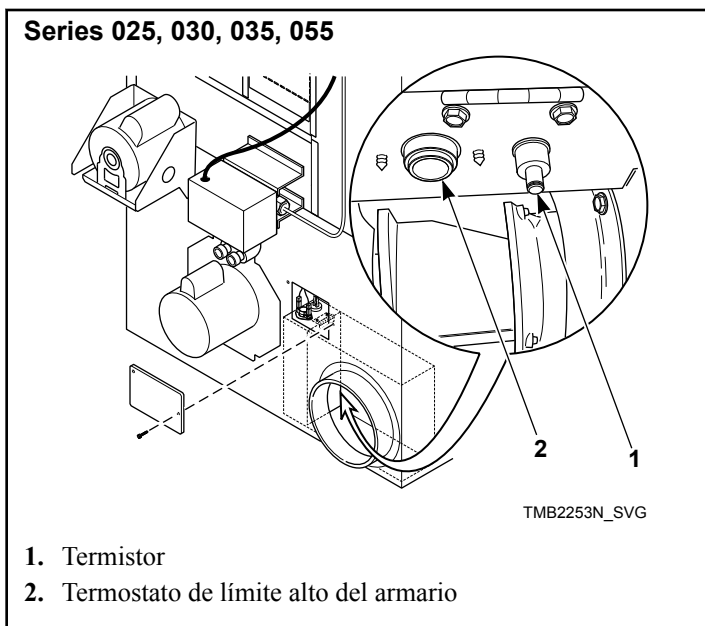
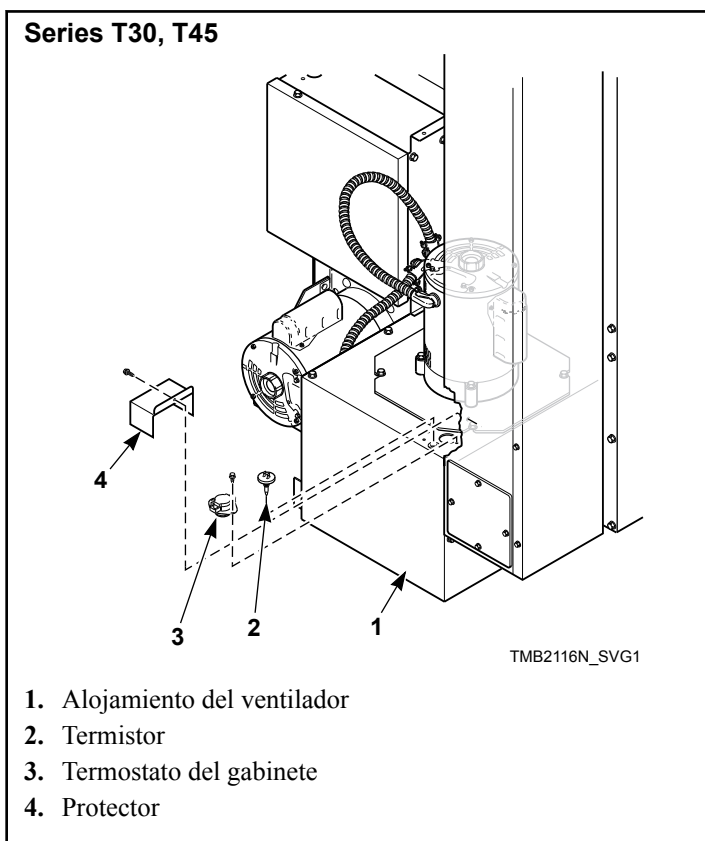

Figura 65
Figura 66
- e. Limpie las pelusas del termostato y termistor de límite alto del gabinete. Consulte la *Figura 65* y *Figura 66*.